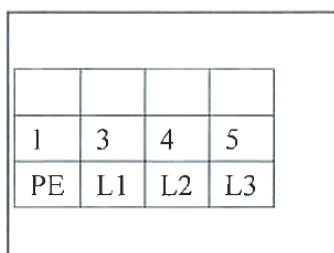

Рисунок 15
- Подключение силового провода: подключить трехфазный четырехжильный силовой провод 400В ($4 \times 2,5 \text{ мм}^2$) к контактам ввода L1, L2, L3 и PE в шкафу управления; подключить в первую очередь провод заземления PE к выводу с символом заземления (рис. 15), вывод с символом заземления находится на нижней части обеих платформ.